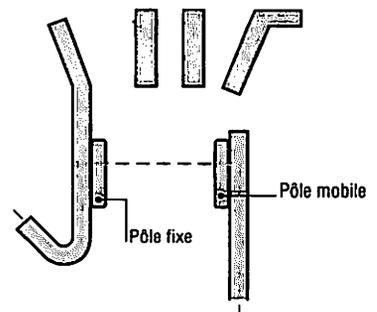

Fig. 5 : Soufflage par fractionnement de l'arc.
b) Par fractionnement de l'arc (fig. 5)